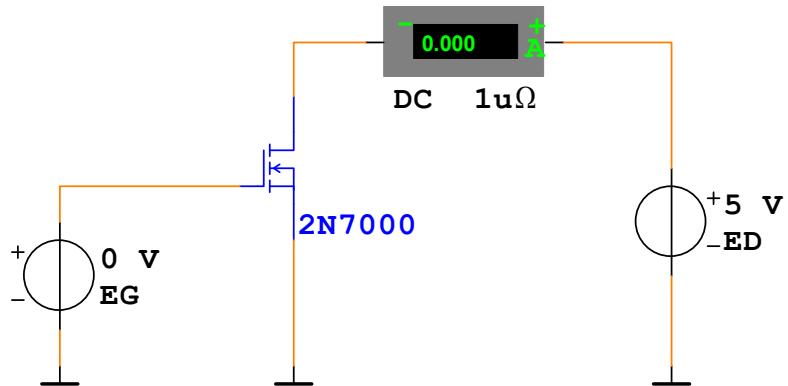

Рис.5.3
5.2.7. Соберите схему для изучения семейства стокозатворных (передаточных) и стоковых (выходных) характеристик полевого МОП транзистора с п-каналом, изображенную на рис. 5.3. Выберете транзистор 2N7000 или другой по указанию преподавателя.